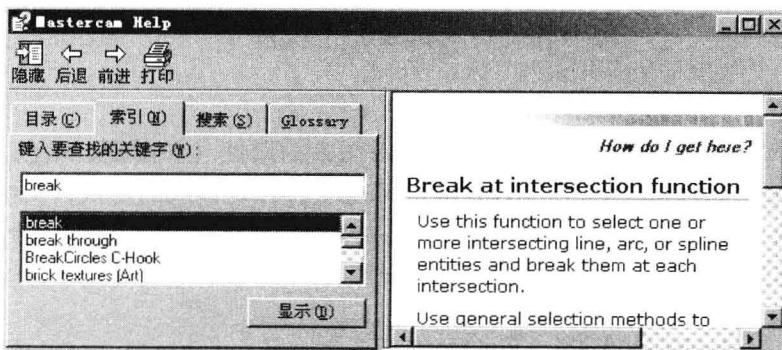

图 1-5 《Mastercam Help》电子书
- 12) 【帮助】: 提供系统帮助, 是指导用户使用方向的全面手册。如打开【帮助】菜单下的【帮助目录】选项, 系统弹出《Mastercam Help》电子书供用户参考学习, 如图 1-5 所示, 用户可在【索引】选项卡输入需要查询的内容, 系统则即时显示相关的内容。